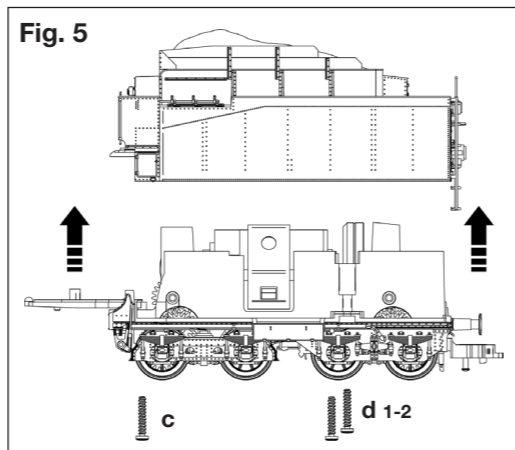
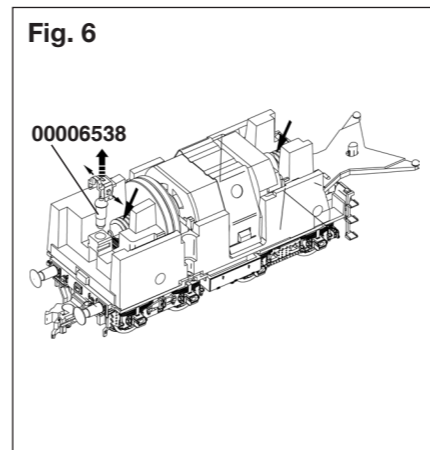

Fig. 5
Fig. 6
**Lampenwechsel:** Ein Öffnen des Tenders ist nur zum Lampenwechsel, zum Ölen des Getriebes und zum Austausch des Motors erforderlich. Schrauben **c** und **d 1-2** lösen und das Tendergehäuse nach oben abheben (Fig. 5).
Platine aufspreizen und abnehmen und Glühlampe austauschen (Fig. 6).
**Changing Bulbs (tender):** Opening the tender is only necessary to change bulbs, oil the gear train and to change the motor. Undo screws **c** and **d 1-2**, and lift up the tender body (Fig. 5). After spreading it outwards, remove the contact plate and change the bulb (Fig. 6). **Spare bulb: 00006538**
**Remplacement de lampes (tender):** Une ouverture du tender est indispensable pour remplacer les lampes, lubrifier le mécanisme et remplacer le moteur. Enlever les vis **c** et **d 1-2** et retirer la carrosserie en la soulevant (Fig. 5). Démontez la platine en dégageant horizontalement et remplacer les lampes (Fig. 6). **Lampes de remplacement: 00006538**
**Het vervangen van de lampjes (tender):** Het **openen** van de tender is alleen voor het vervangen van het lampje, van de motor en het smeren van de aandrijving noodzakelijk. Schroeven **c** en **d** 1-2 losdraaien en het tenderhuis naar boven losnemen (Fig. 5). Het printplaatje van een spreiden en het gloeilampje vervangen (Fig. 6). **Reservelampje: 00006538**
**Udskiftning af pærer (tenderen):** Tenderen bør kun åbnes for udskiftning af pærer, smøring af drevet og udskiftning afa motoren. Skrue **c** og **d** 1-2 løses og tenderhuset løftes ovenud (Fig. 5). Dra ut pladen på sidorna og pæren udskiftes (Fig. 6).
**Sostituzione della lampadine (tender):** L'apertura del tender va effettuata solo per la sostituzione delle lampadine, per lubrificare gli ingranaggi o per la sostituzione del motore. Rimuovere le viti **c**, **d** 1-2, sollevare verso l'alto il mantello del tender (Fig. 5). Per togliere il piatto, bisogna tivare lateralmente e sostituire la lampadina (Fig. 6).